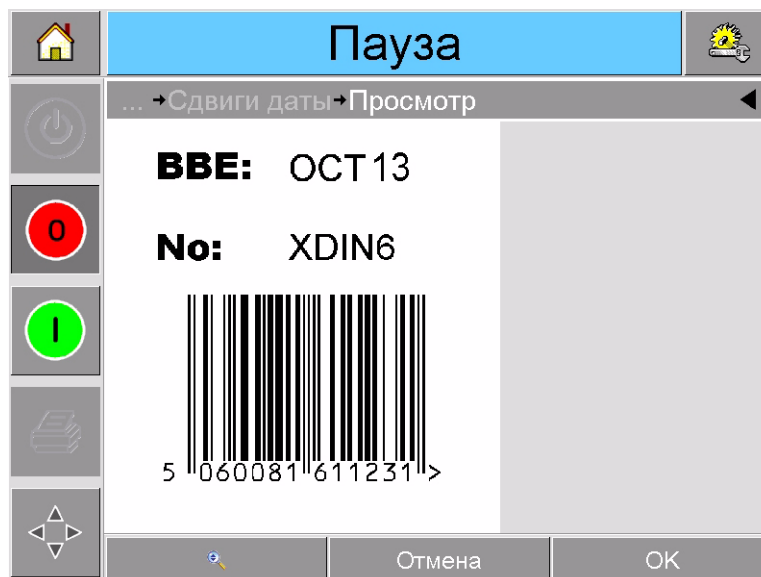

Рис. 4-11: Страница предварительного просмотра
- 8 Нажмите кнопку "OK", чтобы перейти к предварительному просмотру (Рис. 4-11).